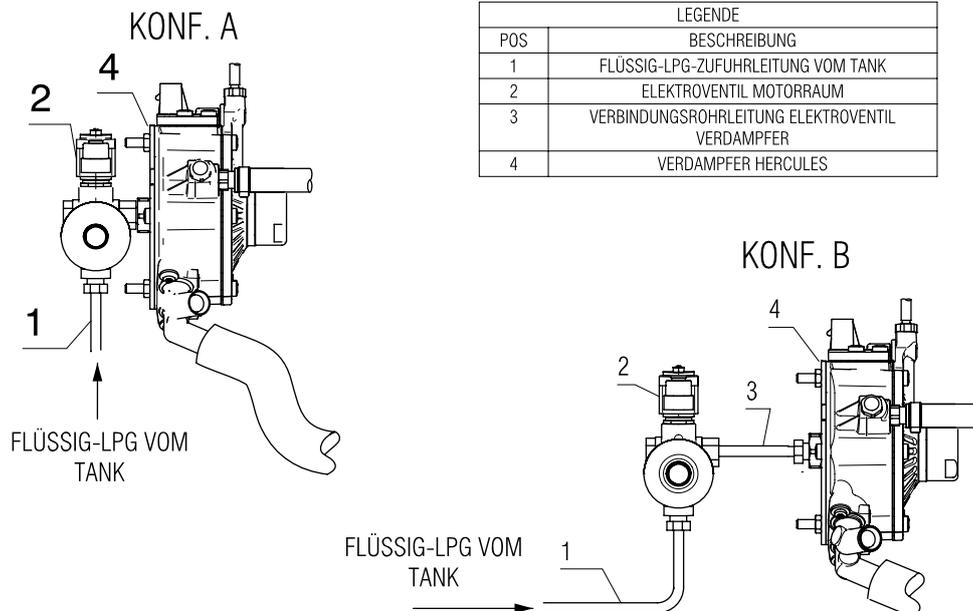

Abb. 2.5.2 -1
Die Verbindung mit den vom Tank kommenden Rohrleitungen (Abb. 2.5-1 Pos. 21), muss möglichst durch Verschrauben des Elektroventils des Motorraums auf die Gaseingangsverbindung des Verdampfers erfolgen (Abb. 2.5.2-1A).
Sollte dies aus Platzgründen nicht möglich sein, kann das Elektroventil mithilfe eines Kupferrohrs mit dem Verdampfer verbunden werden (Abb. 2.5.2-1B Pos. 3). In diesem Fall ist die mit dem Bausatz gelieferte eigens hierfür vorgesehene Hohlverbindung zu verwenden, die mit der Ausgangsverbindung des Elektroventils verbunden wird.
**Beim Festschrauben sind zwei Schlüssel nötig, wobei einander entgegengesetzte Drehmomente angebracht werden. Mit einem Schlüssel wird das Elektroventil festgezogen und mit dem anderen wird das Drehen der Verbindung des Verdampfers verhindert, um ein unkontrolliertes Verstärken der Spannung zwischen Verdampfer und der zugehörigen Verbindung zu vermeiden. Die Gaseingangsverbindung (Abb. 2.5.2-2 Pos. 1) ist auf der Produktionsstraße mit einem Anzugsmoment von  $30 \text{ Nm} \pm 3 \text{ Nm}$  verschraubt worden, was für einen korrekten Betrieb des Verdampfers unerlässlich ist.**